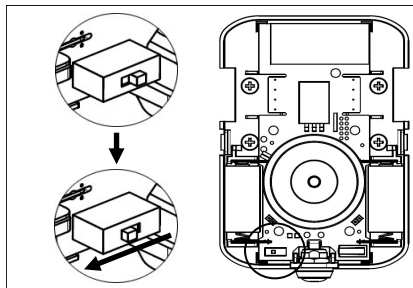

Figura 3
1. Spostare l'interruttore "link-program" in posizione ON (Vedi figura 3)